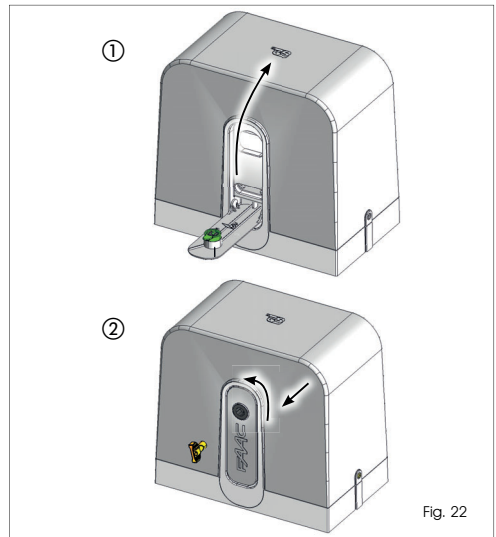

Fig. 22
1. Hög frikopplingsspaken hela vägen till det mekaniska stoppet, Fig. 22 ref. ①
2. Vrid frikopplingen i moturs riktning enligt vad som visas i Fig. 22 ref. ②.